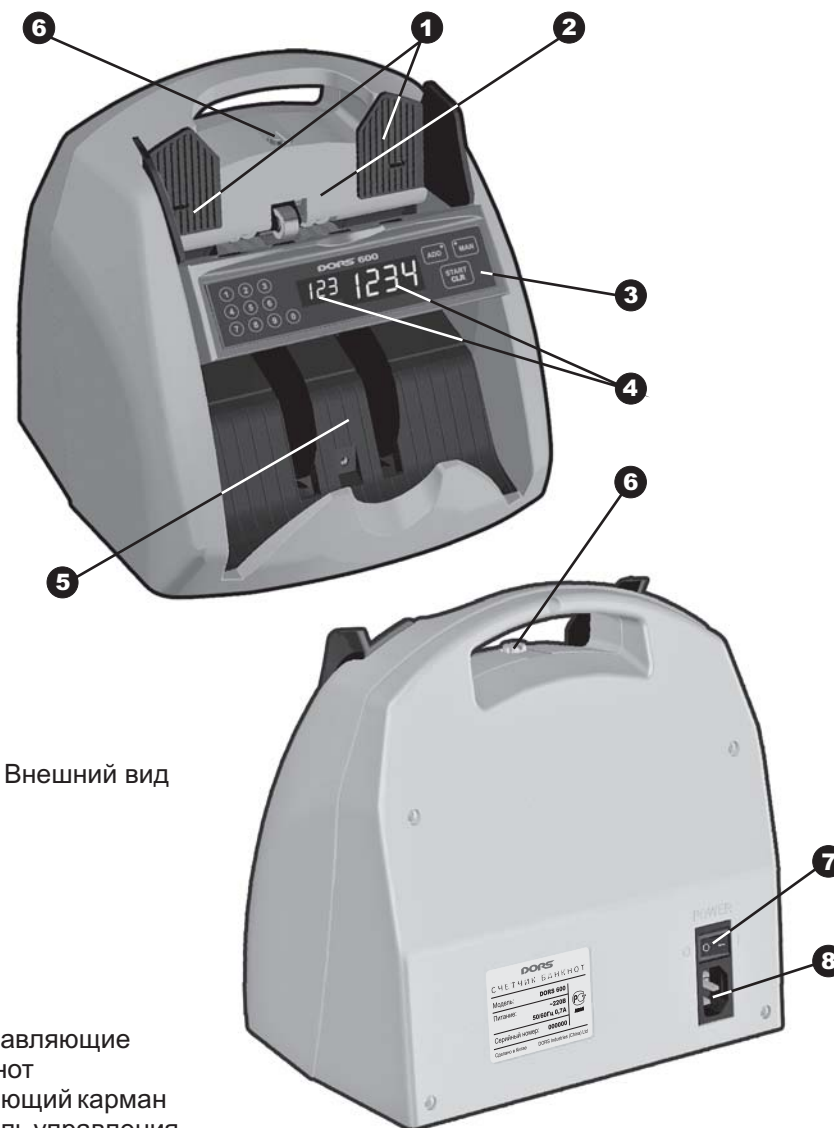

Рис. 1. Внешний вид
2. Настройте зазор механизма подачи банкнот на нужную толщину. С помощью винта установки толщины банкноты ⓐ (см. рис. 1) отрегулируйте зазор между разделительными и подающими роликами. Зазор должен быть таким, чтобы одна банкнота проходила между роликами свободно, а две банкноты, сложенные вместе, не проходили. Необходимый зазор обеспечивается вращением винта: увеличение – против часовой стрелки, уменьшение – по часовой стрелке.